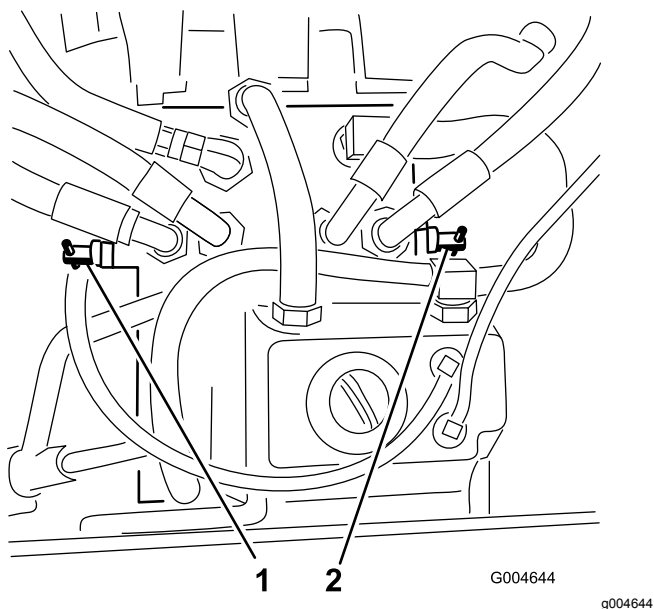

Рисунок 25
2. Найдите перепускные клапаны (Рисунок 25) и поверните каждый перепускной клапан на один оборот против часовой стрелки.
- Закройте клапаны, повернув каждый клапан на 1 оборот по часовой стрелке (Рисунок 25).